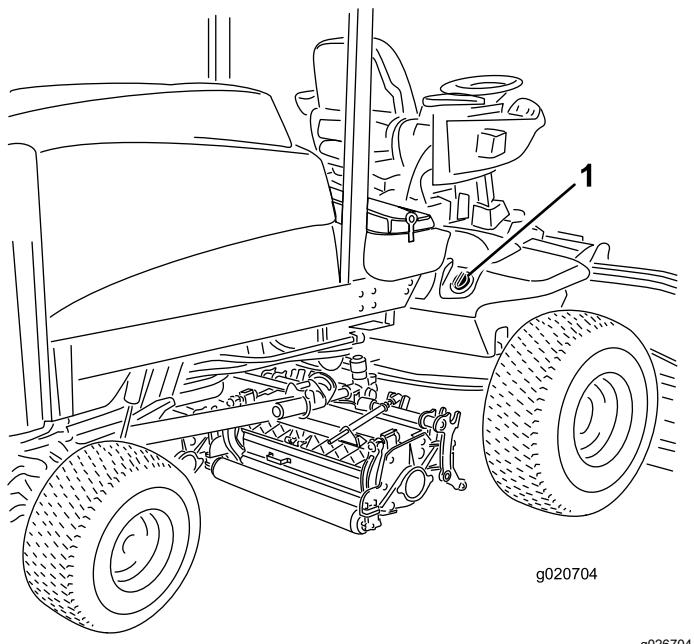

図 37
2. 油圧オイルタンクの注油口周辺をきれいに拭き、キャップ 図 37 を外す。給油口からキャップを取る。